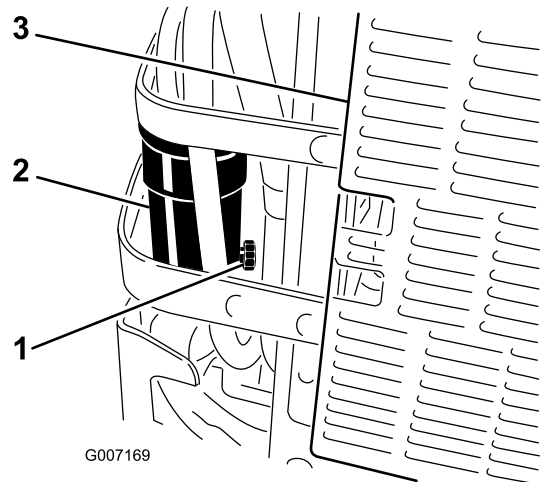

Figura 47
6. Abra la válvula de drenaje del separador de agua aproximadamente una vuelta para que se vacíen el agua y otros contaminantes (Figura 47).
7. Cierre la válvula de drenaje cuando salga solamente diesel combustible (Figura 47).